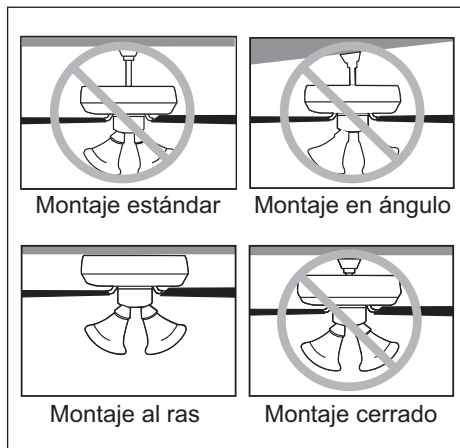

Figura 1.2
2. Este ventilador está diseñado para instalaciones al ras. Las instalaciones de montaje estándar, montaje en ángulo y montaje cerrado no están disponibles (Figura 1.2).